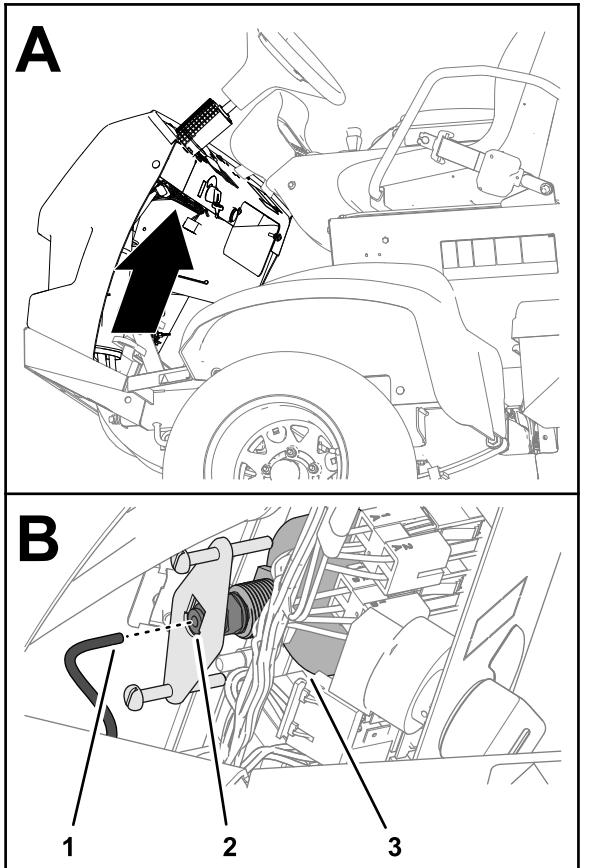

Bild 111
1. Stecken Sie das Manometerrohr in die Rohrkupplung auf der Rückseite des Manometers ein (Bild 111).